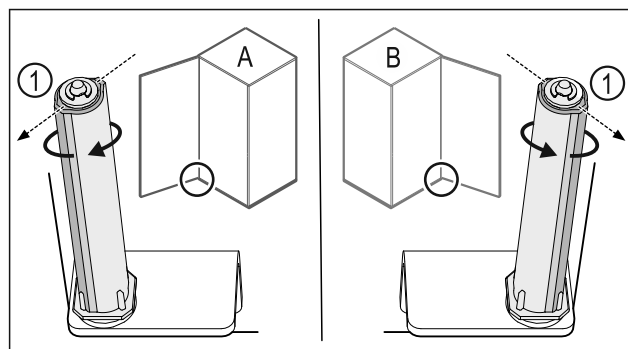

Fig. 37 Tope izquierdo (A)/tope derecho (B)
- Gire el sistema de bloqueo contra la resistencia hasta que la barra del sistema de bloqueo Fig. 37 (1) esté orientada hacia el exterior.